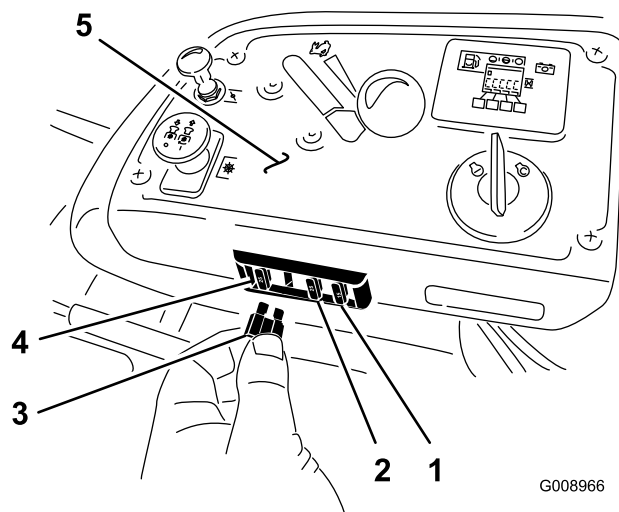

Figure 62
Les fusibles se trouvent sur la console, à droite du siège (Figure 62).
2. Remplacez le fusible (Figure 62).